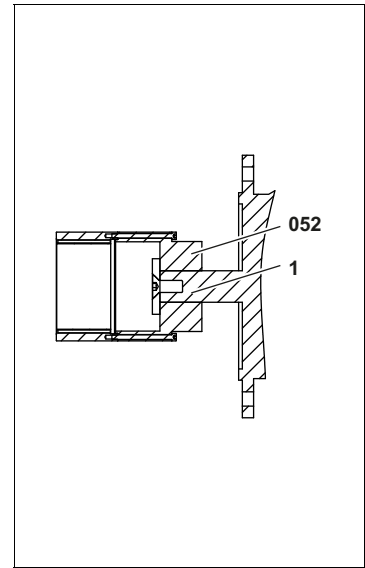

Fig. 14
4. S'assurer que l'extrémité d'arbre du moteur **1** soit à fleur avec la surface avant du moyeu d'accouplement **052**, voir Fig. 14, page 35.